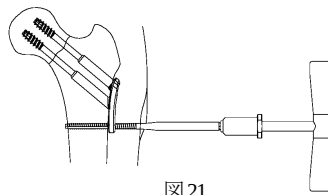

図 21
- 3) 骨質が硬い場合は、T ハンドル (L) を接続した 5.0 コーティカルスクリュー用タップにてプレタッピングを行います。 (図 21)